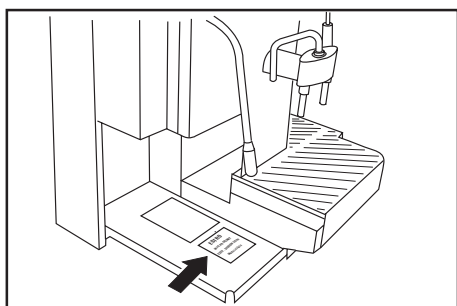
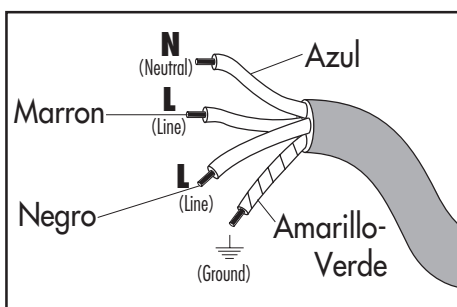

Fig. 1
Fig. 2
- Conectar la máquina a una línea de tensión adecuada (ver la tarjeta de datos situada bajo el cajón de los posos)(fig. 1), siguiendo el esquema indicado (fig. 2).